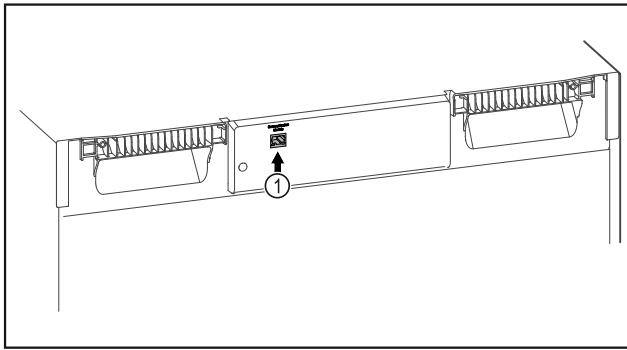

Fig. 131
- ☐ A SmartModule Fig. 131 (1) be van helyezve.